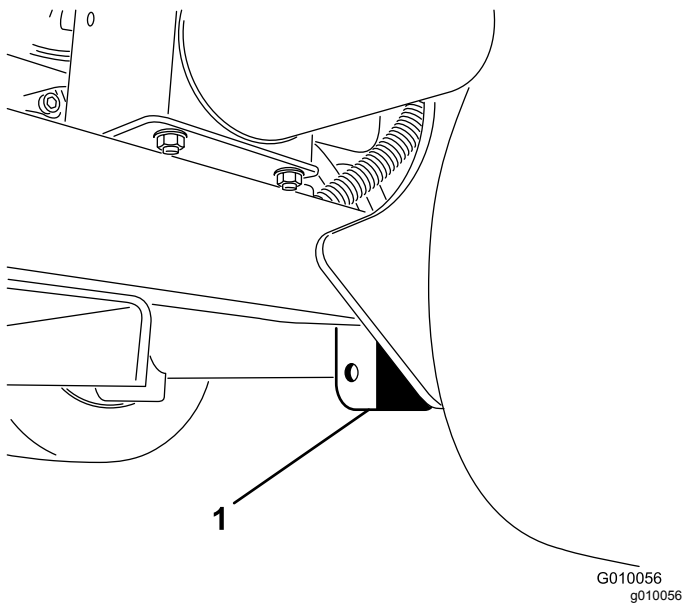

Figure 42
3. Placez le cric correctement sous la plaque du cadre, juste à l'intérieur de la roue arrière (Figure 42).